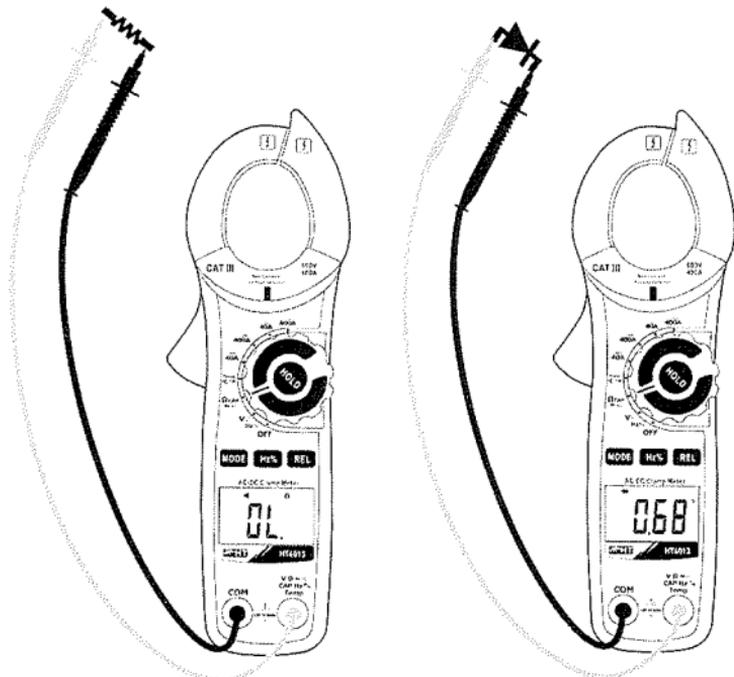

Fig. 7: Uso della pinza per Test Continuità e Prova Diodi
3. Inserire il cavo rosso nel terminale di ingresso **VΩ** \rightarrow \rightarrow CAPHz%Temp e il cavo nero nel terminale di ingresso **COM** ed eseguire il test di continuità sull’oggetto in prova (vedere Fig. 7~ parte sinistra). Il cicalino emette un segnale acustico quando il valore della resistenza misurata è inferiore a circa 30Ω
5. Connettere il puntale rosso all’anodo del diodo e il puntale nero al catodo in caso di misura di polarizzazione diretta (vedere Fig. 7 – parte destra). Invertire la posizione dei puntali in caso di misura di polarizzazione inversa